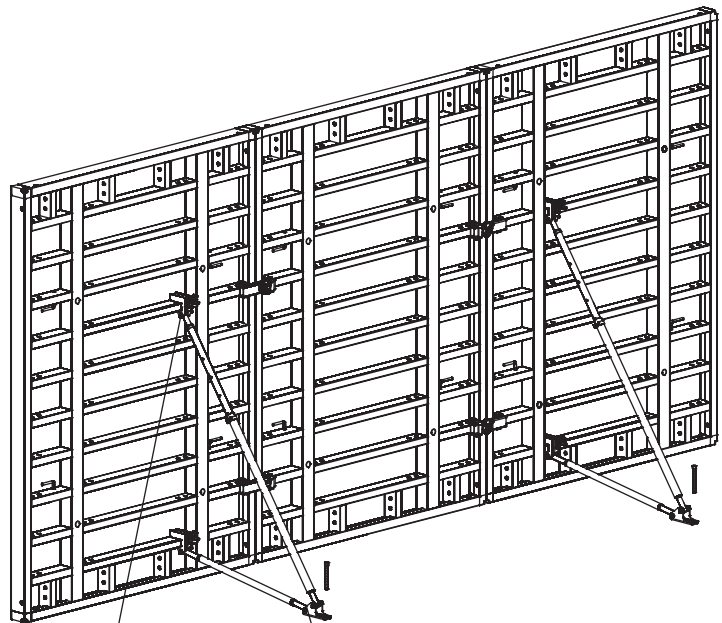

Рис. 10
1. Установить голову подкоса на ребро щита так, чтобы натяжной элемент крюка захватил отверстие в ребре щита (рис. 10а).
3. Закрепить пятку подкоса к основанию (рис. 10б).
Рис. 10а
Рис. 10б